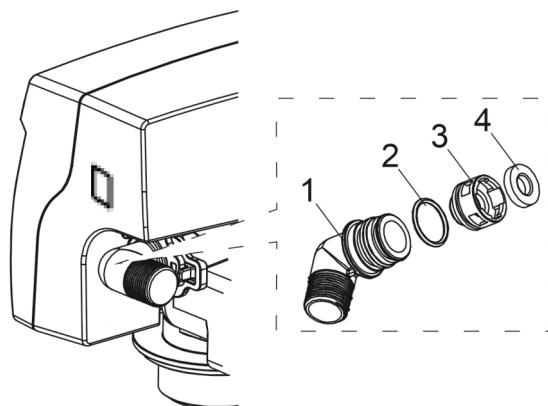

Рис. 6
9.11 Для соединения клапана управления с дренажной линией (канализацией) используется 3/4"BSPT дренажный фитинг, который состоит из: уголка (1), сальника фитинга (2), фиксатора дренажного фитинга (3), регулятора потока дренажной линии 4 (см. Рисунок 6). Убедитесь, что регулятор потока дренажной линии (4) установлен в фиксаторе дренажного фитинга (3). Присоедините дренажный фитинг к дренажной линии диаметром не менее 14 мм.